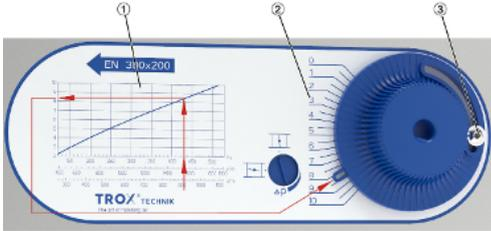

Abb. 11: Volumenstrom einstellen
1. ▶ Mit Hilfe der Volumenstromskala (Abb. 11/1) den Einstellwert (1-10) für den gewünschten Volumenstrom (l/s, m³/h, oder cfm) ermitteln.
2. ▶ Innensechskantschraube (M5x12 / SW3) (Abb. 11/3) lösen.
3. ▶ Handrad auf den ermittelten Wert der Einstellskala (Abb. 11/2) einstellen und mit der Innensechskantschraube (Abb. 11/3) fixieren.